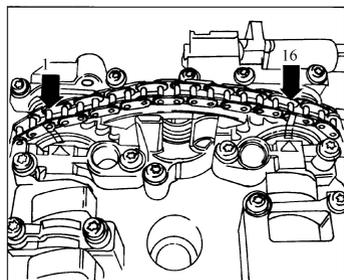

图 2-104 两箭头或彩色标记间的链辊数
- 15) 如图 2-104 所示, 两箭头或彩色标记间的距离为 16 个链辊。